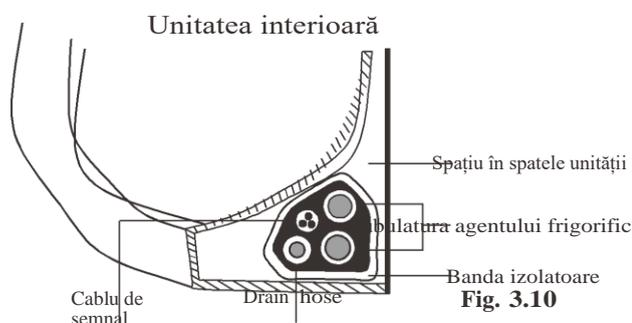

Fig. 3.10
1. Cuplați furtunul de evacuare, conductele de agent frigorific și cablul de semnal conform **Fig. 3.10**.
3. Folosind banda de izolare, înfășurați bine firul de semnal, conductele de agent frigorific și furtunul de evacuare. Verificați dublu că toate elementele sunt grupate în conformitate cu **Fig. 3.10**.